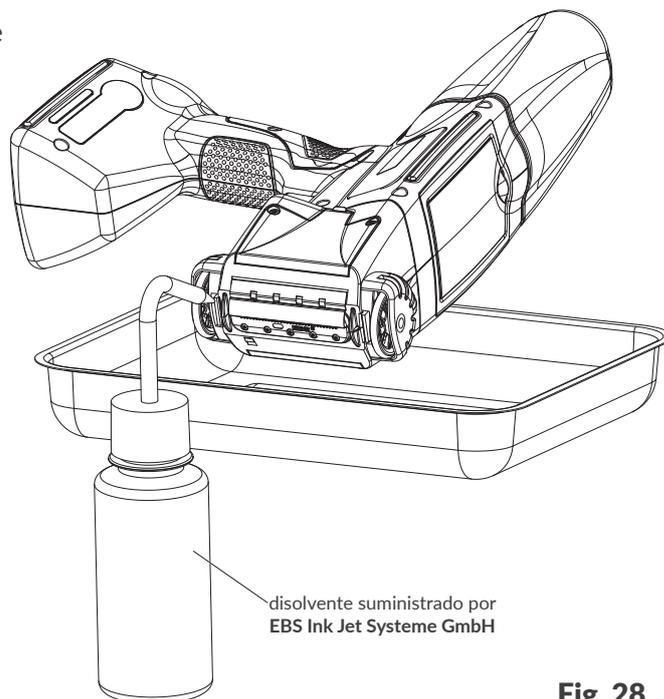

Fig. 28.
2. Incline la impresora sobre un lado, con la placa de boquillas ligeramente hacia abajo (véase la Fig. 28); en esta posición, el disolvente de limpieza se escurrirá con facilidad.